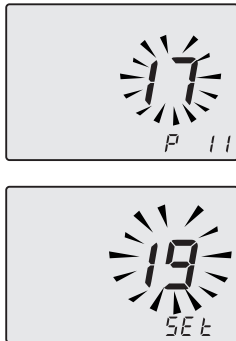

Figura 5.47
- Nel display si alternano la scritte **P11 - Set** (Figura 5.47).